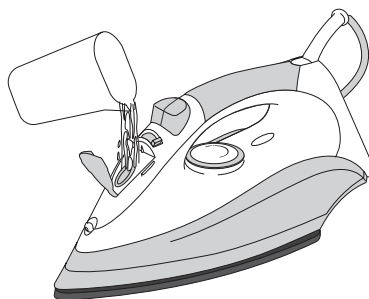

Figura 2
4. Asciugare la parte esterna del ferro da stiro con un panno asciutto (vedere la figura 2).